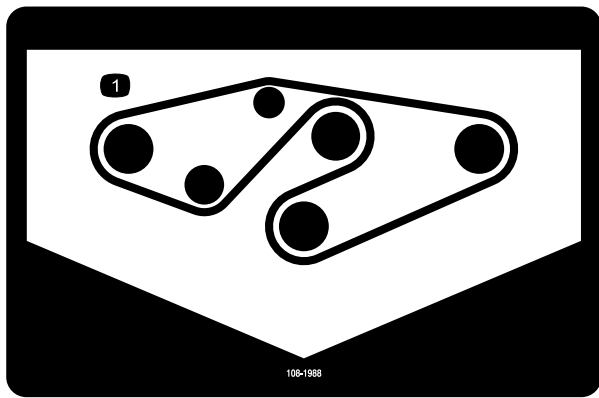

Figure 34
4. Acheminez la courroie neuve autour des poulies d'axe et de la poulie de tension, comme indiqué à la Figure 34.